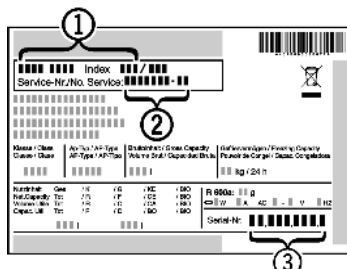

Fig. 54
- ▶ Считать обозначение устройства Fig. 54 (1), сервисный номер Fig. 54 (2) и серийный номер Fig. 54 (3) с заводской таблички. Заводская табличка находится внутри устройства слева.